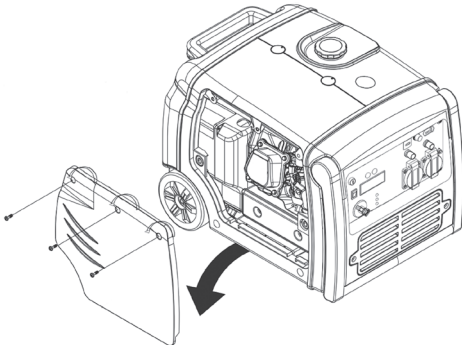

Fig. 23 – Removendo a tampa de manutenção do filtro de ar
1. Solte os parafusos da tampa de manutenção do filtro de ar (3) (fig. 1) e retire a tampa (fig. 23);
2. Solte os parafusos da tampa de manutenção do filtro de ar (3) (fig. 1) e retire a tampa (fig. 23);